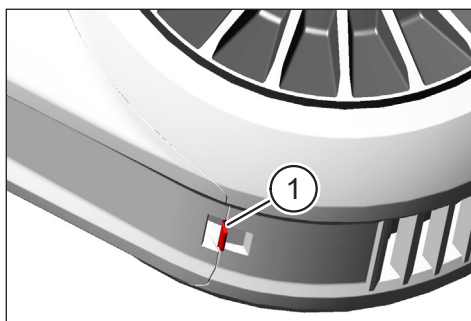

Fig. 9: Ressort d'encliquetage sur la SkidPlate
- ▶ Appuyez sur le ressort d'encliquetage (pos. 1 dans Fig. 9) en direction de la roue avant pour déverrouiller.